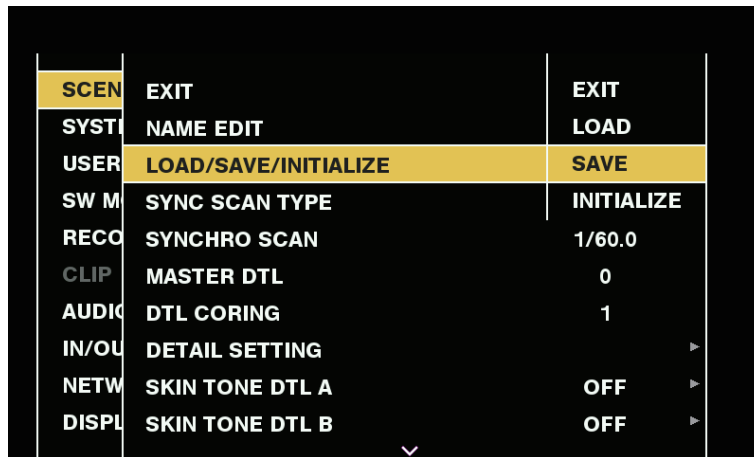

図 1
- 2 メインメニュー → [SCENE FILE] → [LOAD/SAVE/INITIALIZE] で [SAVE] を選択する。（図 1）